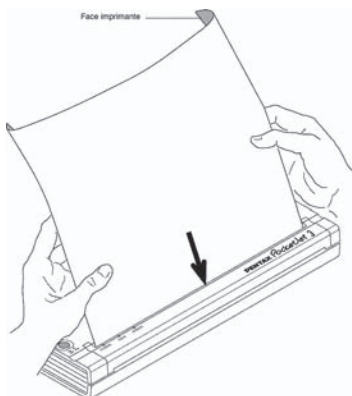

FIGURE 9. Insertion d'une feuille de papier
3. Insérez une feuille de Pentax Quality Paper dans la fente d'alimentation. La face imprimante du papier doit être tournée vers l'arrière de l'imprimante, et donc dos à vous. Consultez la Figure 9.